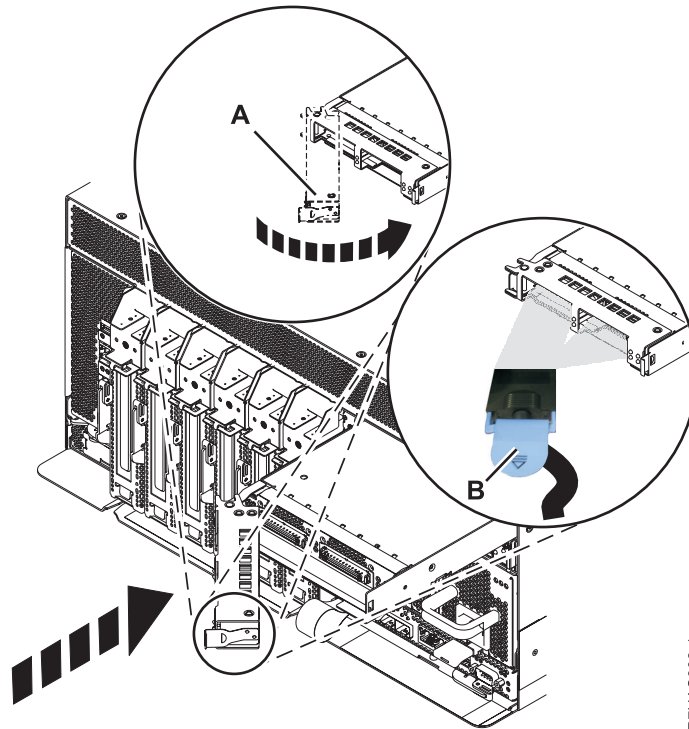

Figure 2. Installation d'un adaptateur GX sur le système
11. Faites pivoter le capot de l'adaptateur **(A)** dans le sens indiqué à la figure 2, à la page 4 et poussez-le vers la carte jusqu'à ce que la languette de verrouillage s'enclenche dans son emplacement.